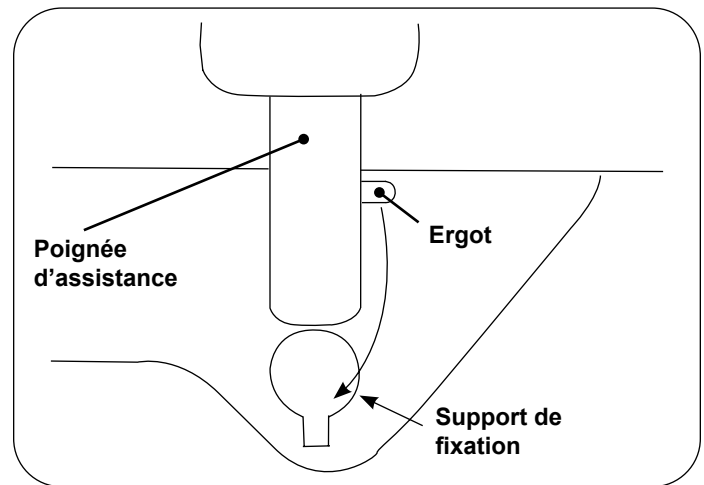

Figure 27. Poignée d'assistance
3. Aligner l'ergot situé sur la colonne de la poignée sur l'encoche correspondante dans le côté de la table. Voir Figure 27.